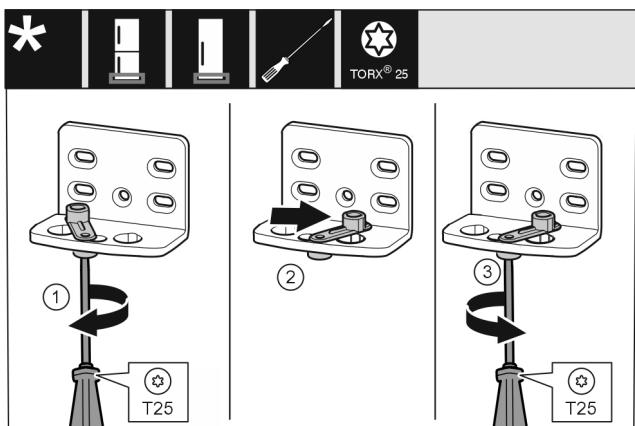

Fig. 17*
- Schraube Fig. 17 (1) mit Schraubendreher lose schrauben.*
- Türschließhilfe Fig. 17 (2) anheben und um 90° nach rechts in Bohrung drehen.*
- Schraube Fig. 17 (3) mit Schraubendreher festschrauben.*